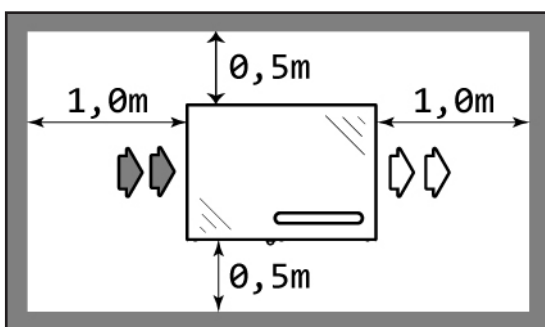

Fig.2 - Positionnement et distances minimum
**Pour respecter la distance minimum de 0.5 mètres de la Fig.2 il faut faire des trous à au moins 0.8 mètres du sol.**